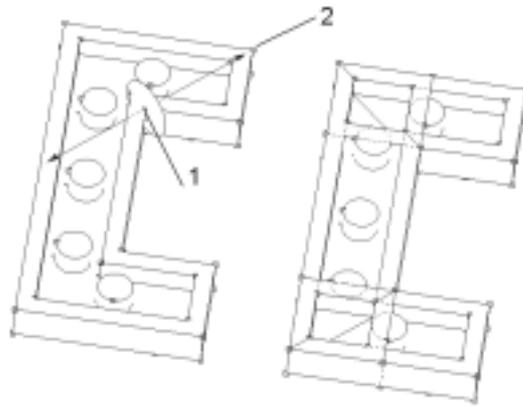

Abbildung 43 : Positionieren und Schneiden des 2x6 - Grundbausteines
3. Neben **Werkzeugart** aus dem Roll-Up-Menü **[Ebene]** auswählen. Der Listeneintrag **[Werkzeug]** wird zu **[Ebene]**. Zur Ebenen-Definition: Eckpunkte in der Abbildung 43 oben anklicken. Da die Reihenfolge wichtig ist: erst Punkt *1*, dann *2* anklicken. Es erscheinen zwei blaue Pfeile. Die Scheibe symbolisiert die Schnittebene, vorstellbar als Kreissägeblatt.